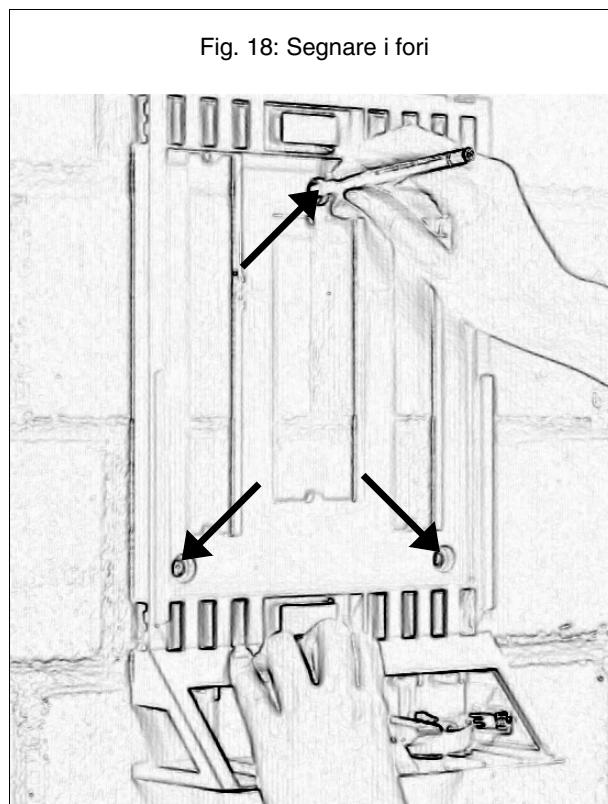

Fig. 18: Segnare i fori
1. Tenere il telaio di montaggio in verticale sul punto previsto per il fissaggio e segnare i tre fori previsti per il fissaggio a parete. Vedere la Fig. 18.
1. Tenere il rack in obliqua con il bordo superiore rispetto alla parete e incardinarlo in alto nel telaio di montaggio. Vedere la Fig. 18 a pagina 26.
1. Appoggiare il coperchio corpo spostato di ca. 15 cm verso l'alto in verticale sul corpo. Vedere la Fig. 18.